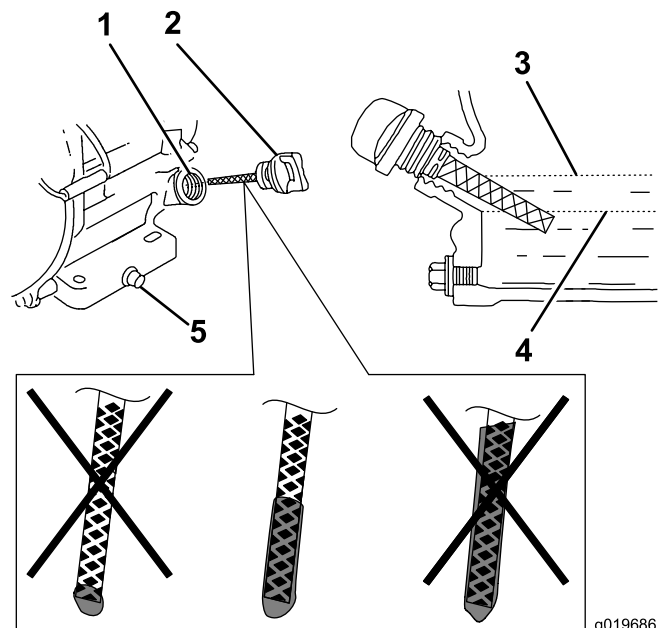

Figure 26
6. Ressortez la jauge et vérifiez le niveau d'huile moteur (Figure 26).